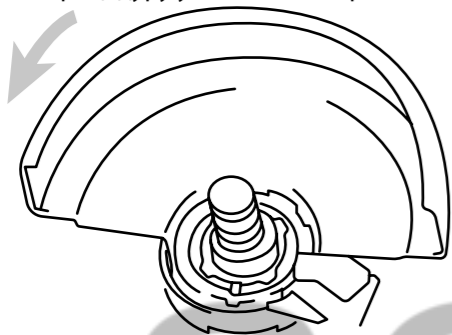

Рисунок 2.2.2. Установка защитного кожуха
**ЗАПРЕЩЕНО!** Не работайте без защитного кожуха. Установите защитный кожух так, чтобы выступы на его хомуте совместились с пазами на коробке подшипника «10» (рисунок 2.2.2.). Поверните защитный кожух «7» на 180° против часовой стрелки. Проверьте, чтобы винт «11» был надежно затянут. Для снятия кожуха диска